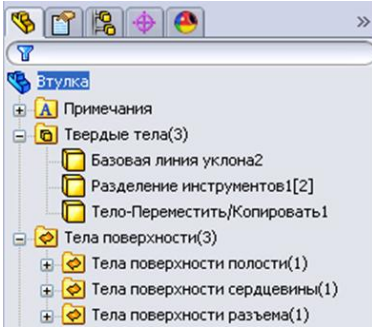

Рисунок 12.60 - Параметры відображення напівформ
Мінус потрібний тому, що вісь Z спрямована вниз. Натисніть кнопку **ОК** - і ви одержите поділ інструментів. Далі перейдемо до установлення видимості ливарної форми. Отже щоб відобразити об'єкти напівформ без додаткових тіл або поверхонь, у дереві конструювання необхідно буде вибрати в розділі «**Твердые тела (3)**» і «**Тела поверхности(3)**» параметри «**Скрыть твердое тело**» й «**Скрыть тело поверхности**» (рис. 12.60).